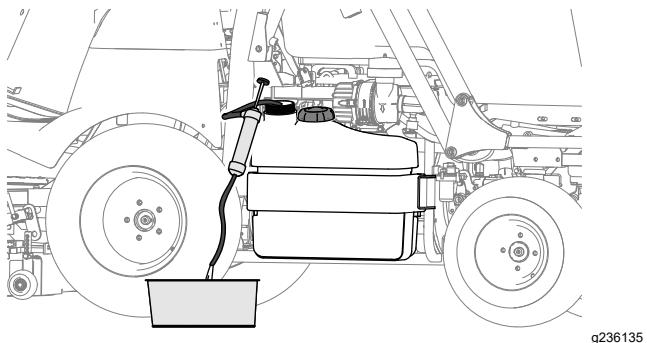

Bild 73
- Leeren Sie den Kraftstofftank mit einer Absaugpumpe, wenn Sie die Maschine länger einlagern (Bild 73).
- Wenn die Kraftstoffanlage verunreinigt ist, leeren Sie den Kraftstofftank (Bild 73) mit einer Absaugpumpe, reinigen Sie den Tank und spülen ihn mit sauberem Dieselkraftstoff aus.